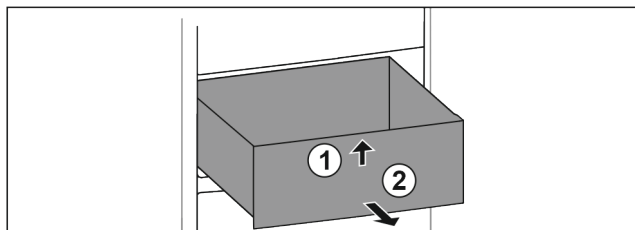

Fig. 84
- Sollevare il cassetto dal davanti. Fig. 84 (1)
- Rimuovere il cassetto tirandolo in avanti. Fig. 84 (2)